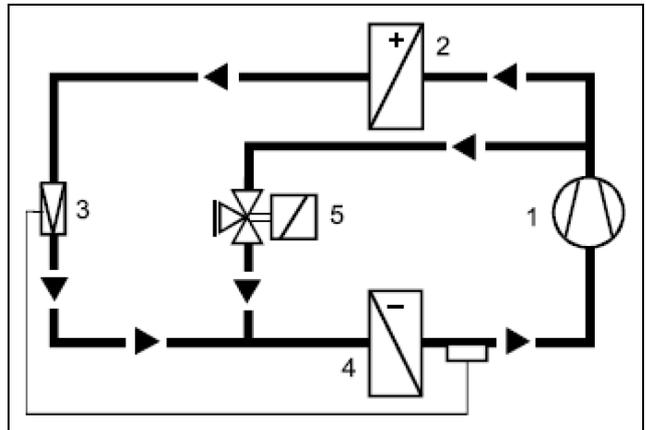

Imagen 43: Circuito de refrigeración con válvula HGBP
Un regulador bypass de gas caliente es un circuito con una conexión en derivación regulable del lado de alta presión al bajo (ver circuito de refrigeración P+ID) con alimentación entre la válvula de expansión y el evaporador (imagen 43).
La válvula de regulación (imagen 43, pos. 5) en la conexión en derivación permanece cerrada cuando las necesidades de refrigeración son elevadas. En este caso el chiller ofrece su potencia máxima. Al disminuir la necesidad de potencia se abrirá de forma constante a través del controlador la válvula HGBP. El gas caliente fluirá a través de la conexión en derivación hacia la entrada del evaporador (imagen 43, pos. 4). Allí se mezcla y refrigera con el medio refrigerante proveniente de la válvula de expansión. De esta forma una parte de la mezcla se evapora en la conducción que lleva al evaporador. Provocando un nuevo aumento de la temperatura de evaporación y haciendo bajar la potencia de refrigeración. El exceso de calor del gas absorbido frente al compresor es controlado y regulado por la válvula de expansión.